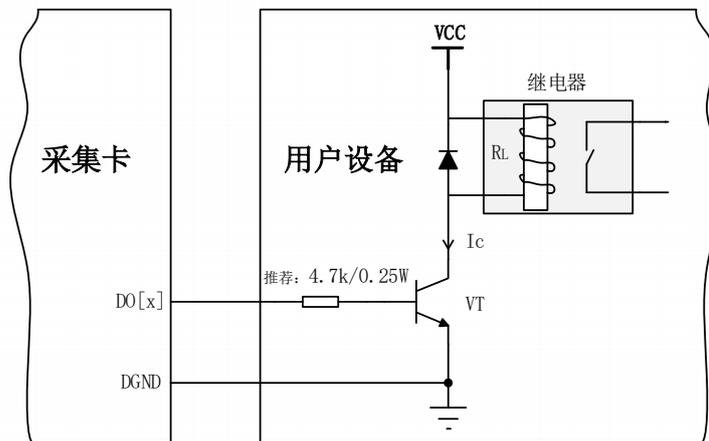

图 5-4-3 DO 数字量控制继电器电路
- 如果将 PFI 或 DIO 配置为输出状态，请了解连接到这些信号的负载的电流要求。不要超过设备指定的电流输出限制；本公司为需要高电流驱动的数字应用提供了多种解决方案，例如 图 5-4-3 所示方案用以实现驱动 24V 继电器。
当用户需驱动高电压或大电流设备时（比如 24V 继电器），需要用户自行设计外围驱动电路，可使用三极管驱动方式，如图 5-4-3， $I_c \approx V_{CC}/R_L$ （ R_L 为继电器内阻），用户使用时一定要注意 I_c 要小于三极管 VT 的最大集电极电流。